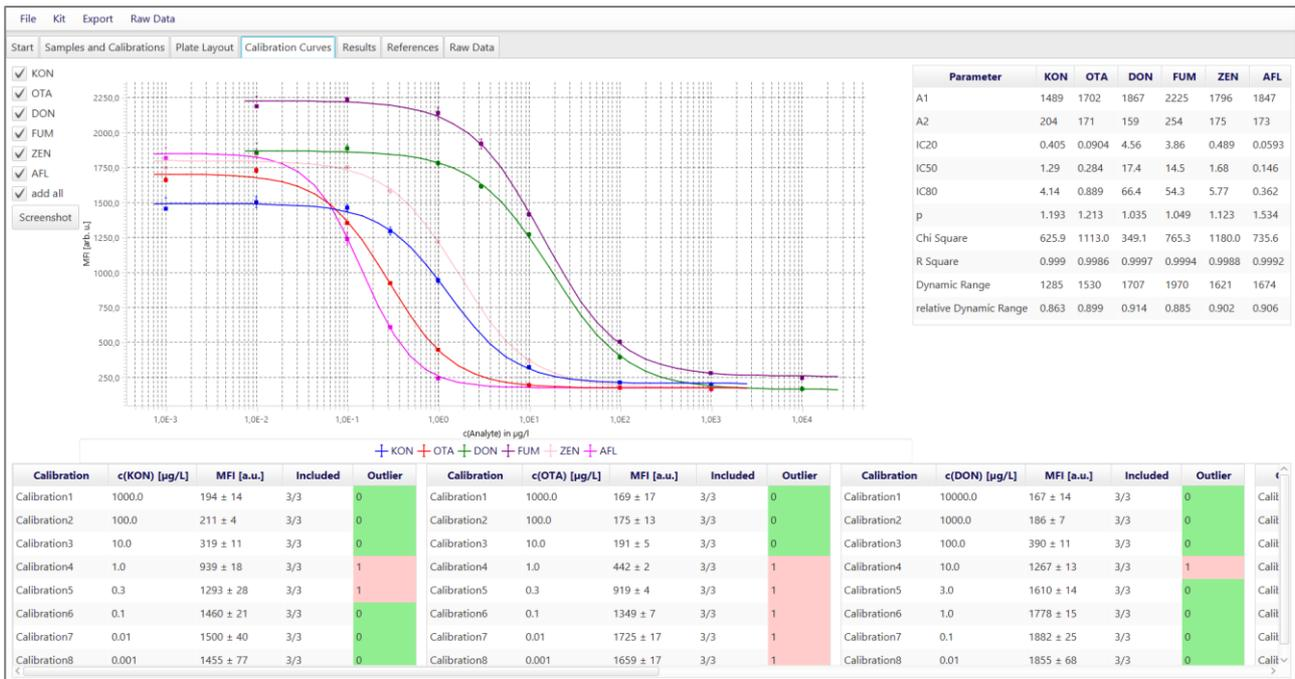

Abbildung 26. Übersicht über die Funktionen im Arbeitsbereich *Calibration*
3. Klicken Sie anschließend auf den Button *Calculate*. Nun werden anhand des *Plate Layouts* und der Messdaten der Kalibrationsstandards sigmoidale Kalibrationskurve erstellt, anhand welcher die Gehalte in den Proben und Referenzproben automatisch berechnet werden (s. Abbildung 26).